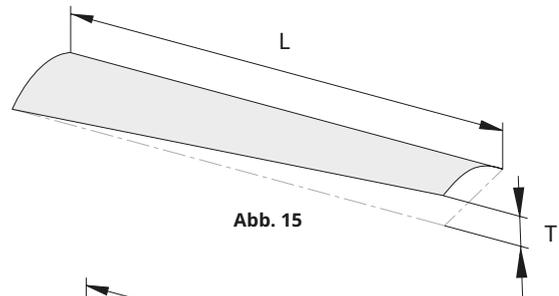

Abb. 15
6.4.1 Zugelassene Abweichung T – Verdrehung, siehe Abb. 15: